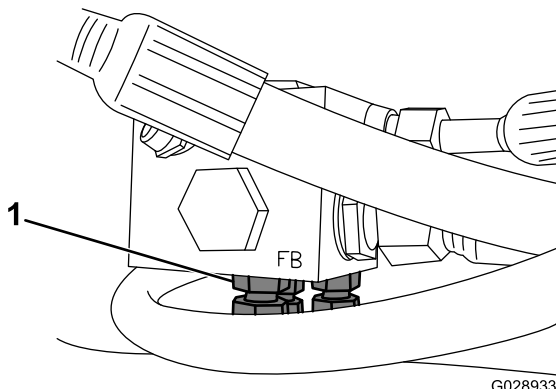

図 1
- リターンマニホールドの底部から、中央、右側、および左側の 1/4 インチ・カッターモータホースを外す (図 1)。